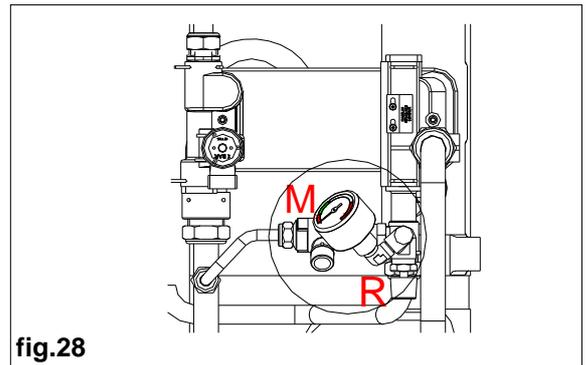
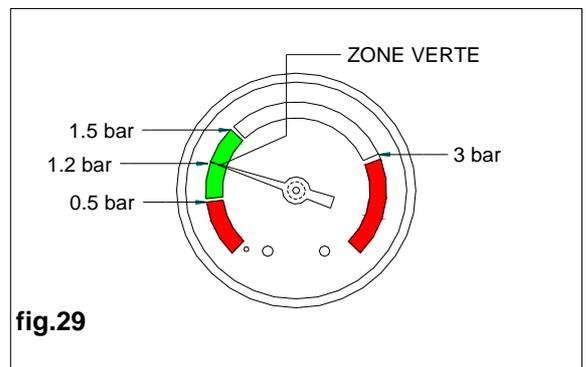

fig.28
fig.29
Pour rétablir la pression de l'eau dans le circuit, ouvrir le robinet de remplissage R (fig. 28) et contrôler, au moyen du manomètre M, que la pression du circuit arrive à la moitié de la zone verte correspondant à 1,2 bars (voir fig. 29).
Au terme de cette opération, s'assurer que le robinet de remplissage R (fig. 28) est bien fermé.
- Vérifier que la pression de l'eau du circuit de chauffage, lue au niveau du manomètre M (fig.28) ne soit pas inférieure à 1,2 bars (fig. 29) ;